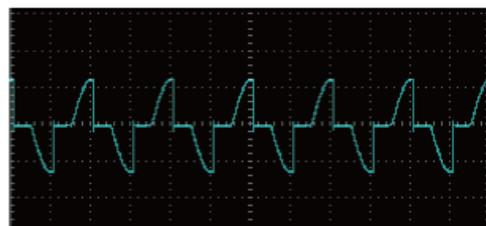

图 13 IT6400 面板波形图
另外，利用 IT6400 和 IT7300 系列电源的特点可以应对各种待测物的信号需求，以及解决产品品质存在的隐患。①利用 IT6400 高速线性直流电源可提供双极性输出，且利用其 LIST 功能，不仅单步时间可调，还能实现波形的周期性循环，实现定制化的触发信号输出，应对各种待测物的信号需求。图 12 和图 13 分别显示了它的面板波形图。